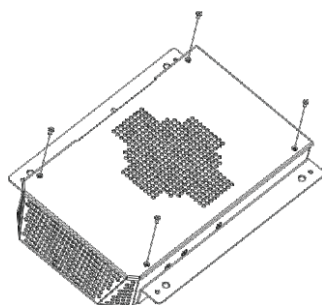

图6.38 等离子模组维护步骤一示意图
- (1) 维护之前请确认电源已经切断；
- (2) 将位于净化器正面的四颗螺钉取出，如图6.38；